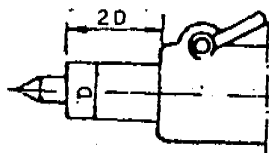

Figura 4
2. El eje del cabezal móvil debe quedar dos veces su diámetro fuera del cabezal, como máximo ( Figura 4 ).